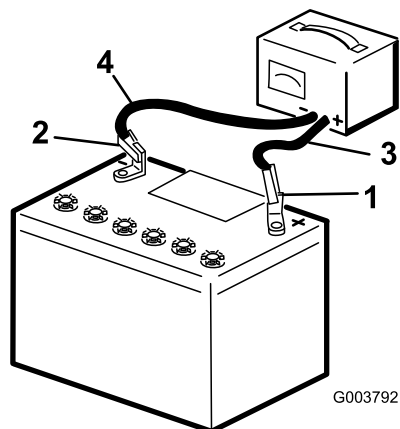

Рисунок 60
2. Подсоедините положительный провод зарядного устройства к положительному штырю аккумуляторной батареи (Рисунок 60).
3. Подсоедините отрицательный провод зарядного устройства к отрицательному штырю аккумуляторной батареи (Рисунок 60).
5. После полной зарядки аккумуляторной батареи отсоедините зарядное устройство от источника электропитания и штырей аккумуляторной батареи (Рисунок 60).